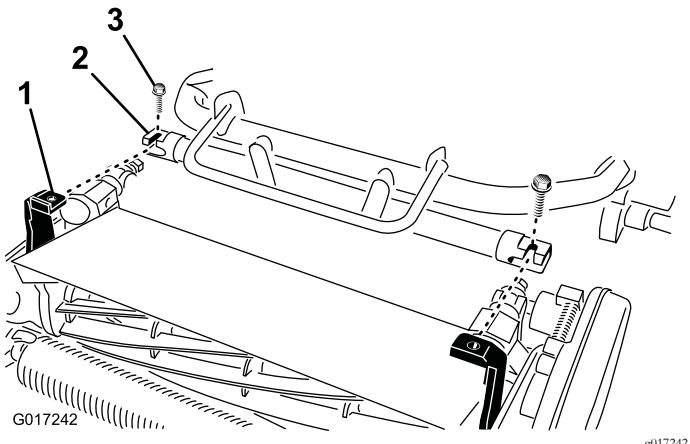

图10
4. 向前推动主机框架图10直至其与滚刀组旋转臂完全接合。
5. 使用 2 颗 0.95 x 1.90cm 螺栓将主机框架固定到滚刀组旋转臂上 (图10)。